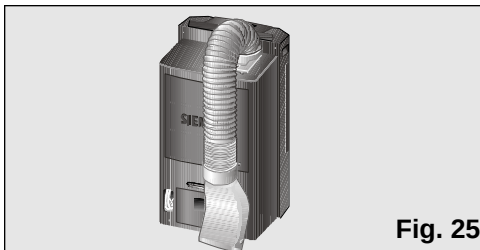

Fig. 25
- ❑ Per farlo, piegare il tubo verso la parte posteriore dell'apparecchio e trattenerlo dall'attacco diffusore, Fig. 25 e 26.